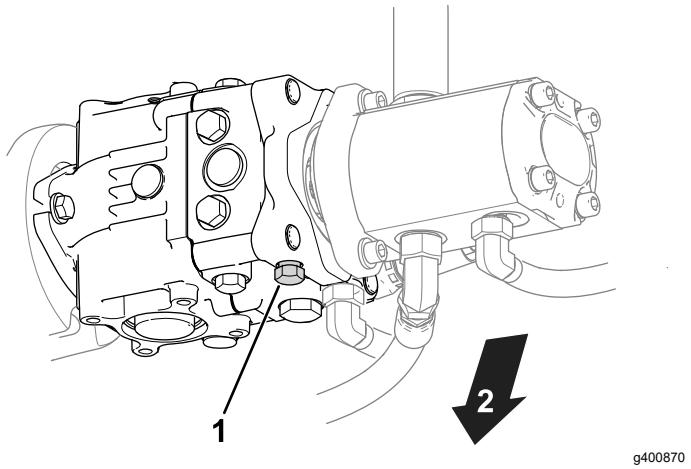

Figura 31
1. Localize a válvula de derivação na bomba (Figura 31).